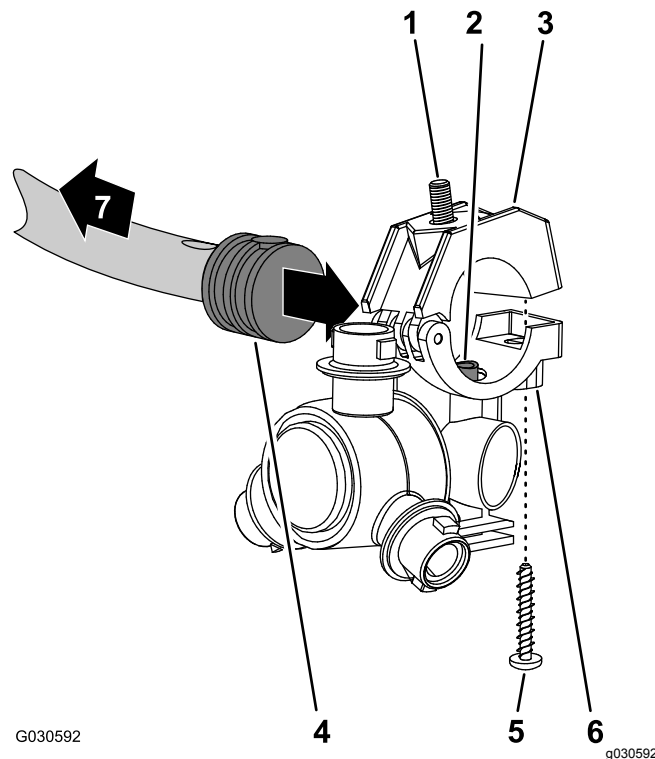

Figura 131
1. Alinhe o tubo de transferência na sela de um bico do pulverizador (Figura 131) com o orifício na lateral da haste do tubo roscado simples (13 mm).
2. Feche a metade do grampo superior em torno da haste do tubo estriado e prenda a metade do grampo e o corpo do bico do pulverizador (Figura 131) com o parafuso de aço inoxidável (N.º 12 x 1 $\frac{1}{4}$ pol.); aperte o parafuso de aço inoxidável com 14 a 18 N·m.